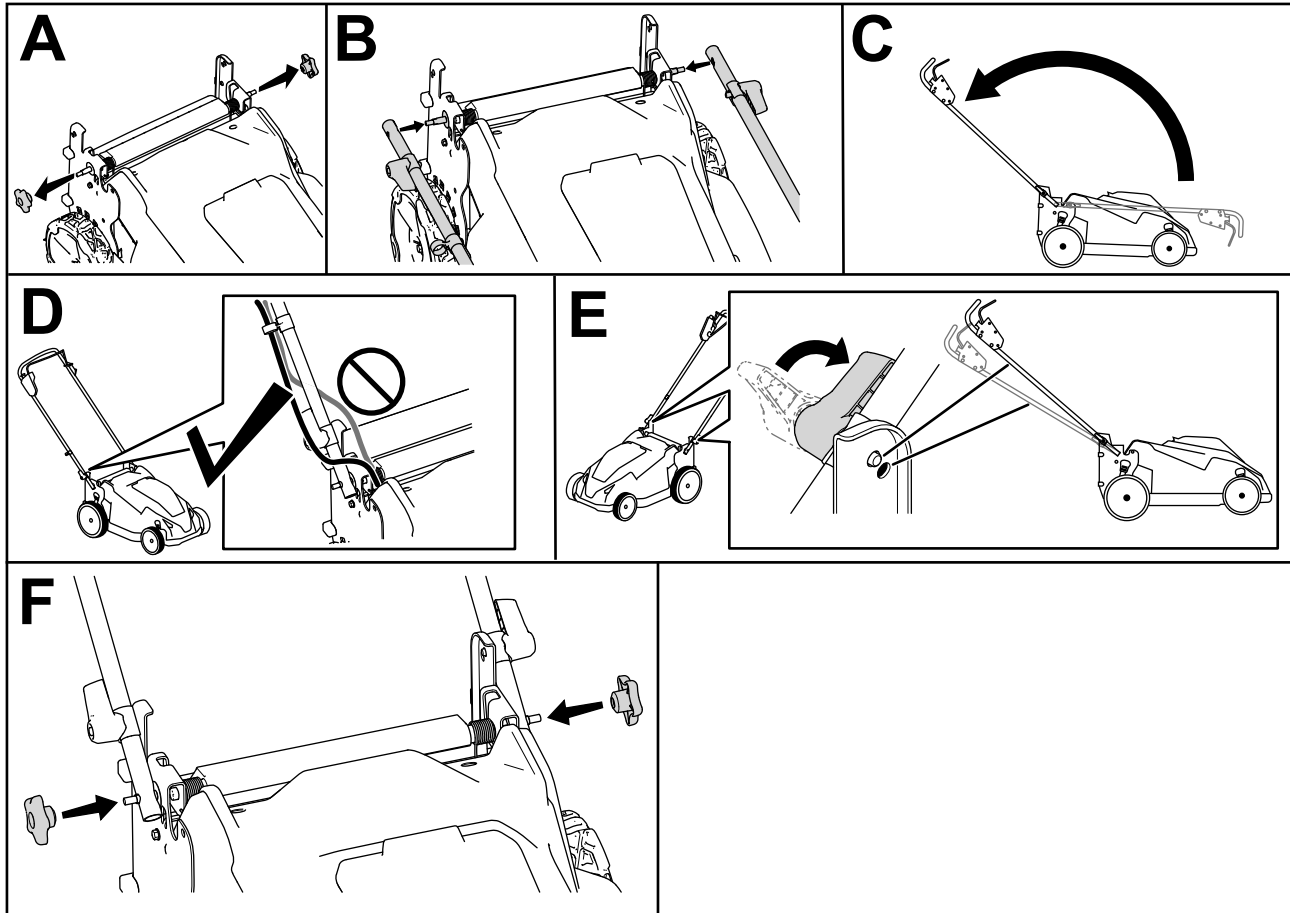

Figura 3
1. Retire los pomos del manillar (Figura 3, A).
2. Usando los orificios de los extremos del manillar, sujete el manillar a la máquina (Figura 3, B).
3. Mueva el manillar hacia atrás a la posición de uso (Figura 3, C).
4. Asegúrese de pasar los cables por delante del manillar (Figura 3, D).
5. Mueva las palancas de bloqueo del manillar hasta que el pasador se enganche en su sitio, para bloquear el manillar en la posición de uso (Figura 3, E).
6. Fije los pomos a los pernos del manillar para fijar el manillar (Figura 3, F).